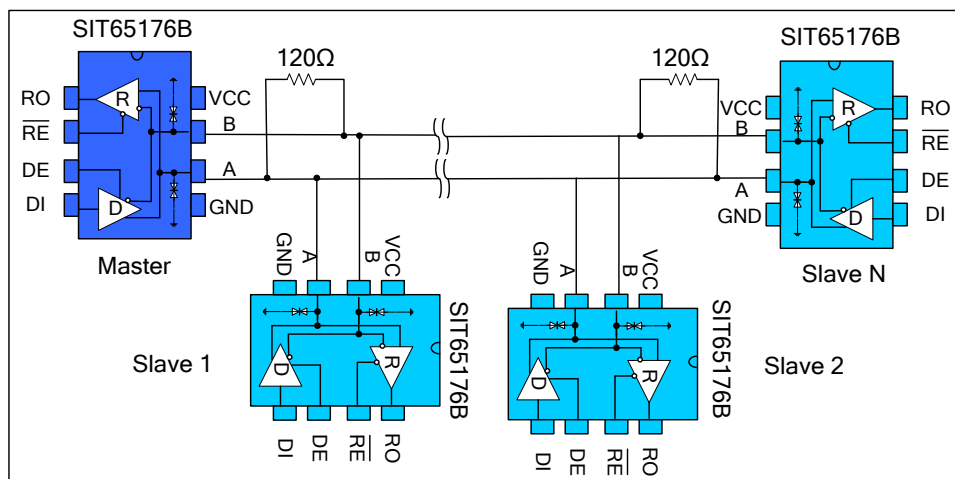

图 9 总线式 RS485 半双工通讯网络
3.1 总线式组网：SIT65176B RS485 收发器设计用于多点总线传输线上的双向数据通信。图 9 显示了典型网络应用电路。这些器件也能用作电缆长于 4000 英尺的线性转发器，为减小反射，应当在传输线两端以其特性阻抗进行终端匹配，主干线以外的分支连线长度应尽可能短。